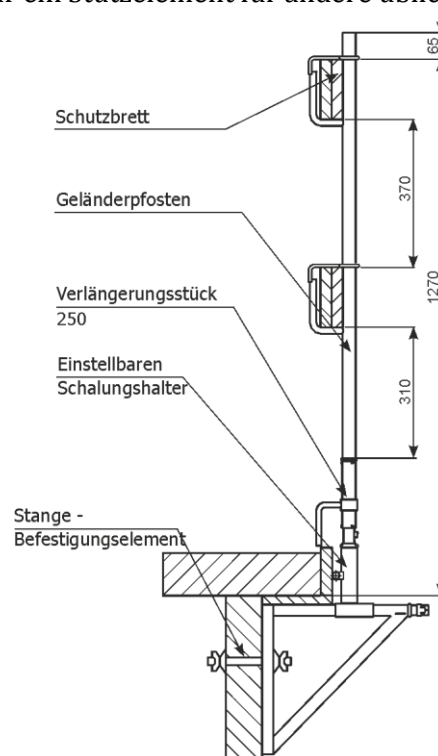

Abb. 61 Montage des einstellbaren Schalungshalters
2.19 Montage des einstellbaren Schalungshalters (Abb. 61)